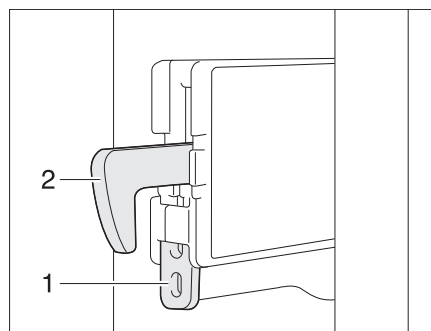

Fig. 358 Fijación del gancho de bloqueo
- Presionar la fijación (Fig. 358,1) hacia arriba. El gancho de bloqueo (Fig. 358,2) se presiona hacia arriba y ya no estará funcionando.
- Presionar el gancho de bloqueo (Fig. 358,2) hacia abajo. El gancho de bloqueo volverá a funcionar.